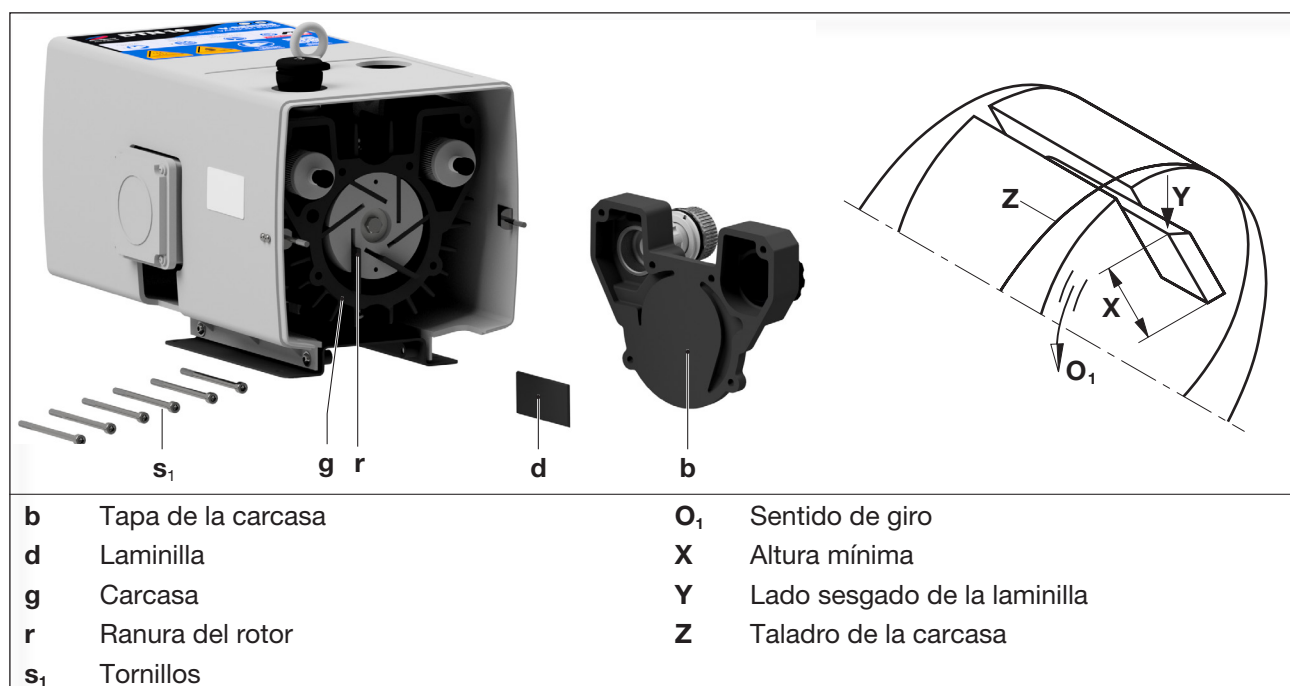

Fig. 5 Cambio de las laminillas
- Aflojar los seis tornillos (Fig. 5/s₁) de la tapa de la carcasa (Fig. 5/b) y retirar la tapa de la carcasa.
- Retirar todas las laminillas (Fig. 5/d) para su inspección.
- Comprobar si las laminillas están desgastadas o dañadas. Todas las laminillas deben tener una altura mínima (Fig. 5/X):
- Soplar la carcasa (Fig. 5/g) y las ranuras del rotor (Fig. 5/r).
- h) Introducir todas las laminillas (Fig. 5/d) en las ranuras del rotor (Fig. 5/r). Al colocarlas, asegurarse de que el lado sesgado (Fig. 5/Y) de las laminillas esté orientado hacia fuera y que coincida en el sentido de giro (Fig. 5/O₁) con el recorrido del taladro de la carcasa (Fig. 5/Z).
- i) Colocar la tapa de la carcasa (Fig. 5/b) con los seis tornillos (Fig. 5/s₁).